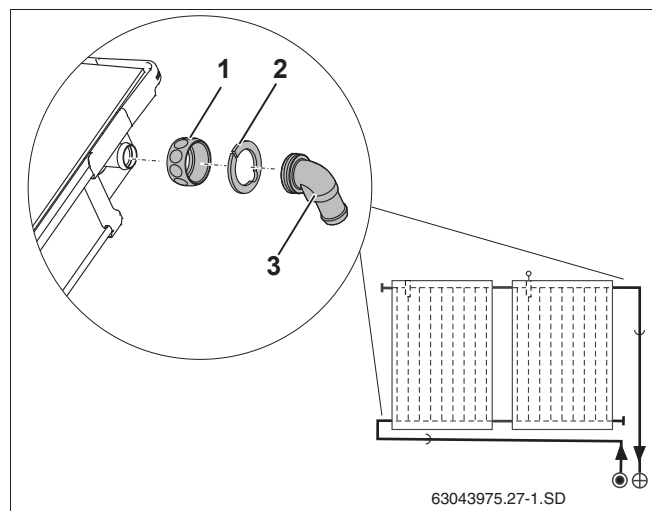

Рис. 22 Установка угловых наконечников
- ▶ Наденьте накидные гайки (рис. 22, **поз. 1**) на штуцеры коллектора.
- ▶ Уложите зажимную шайбу (рис. 22, **поз. 2**) за выступ штуцера коллектора и нажать на нее.
- ▶ Выровняйте наконечник с кольцом (рис. 22, **поз. 3**) и затяните накидной гайкой.